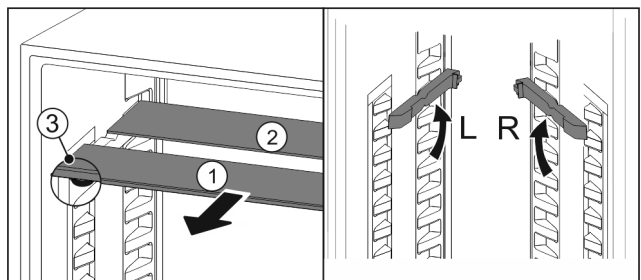

Fig. 33
- estrarre i ripiani di vetro singolarmente tirando in avanti Fig. 33 (1).
- ▷ Il piano in vetro Fig. 33 (1) con il motivo ornamentale è nella parte anteriore.
- ▷ I fermi Fig. 33 (3) sono rivolti verso il basso.